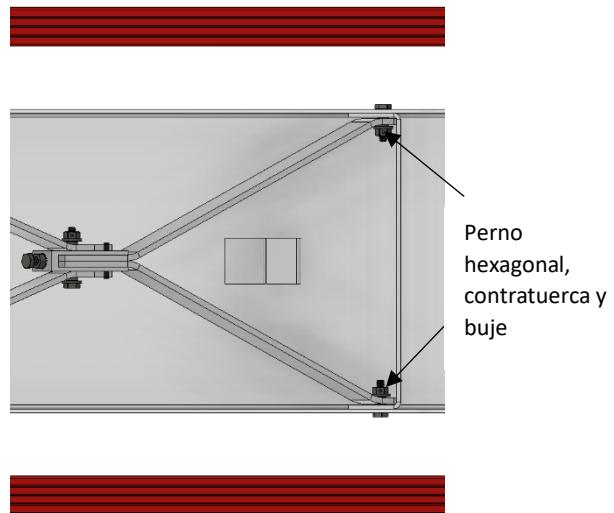

Figura 4
6. Desatornille y retire las dos contratuerças centrales de 1/4"-20 y los pernos hexagonales de 1/4"-20 x 1 que sujetan el ensamble del refuerzo de fijación de los agujeros de montaje en el ensamble superior como se indica en la figura 4.
2. Use dos de los **nuevos** bujes que se suministran con el ensamble del refuerzo de fijación, coloque un buje a través de cada uno de los agujeros de montaje en el puntal superior largo del ensamble del refuerzo de fijación y alinee los agujeros de montaje en el puntal superior largo con los agujeros de montaje en el ensamble superior como se indica en la figura 4.
3. Use e inserte un **nuevo** perno hexagonal de $1/4"$ -20 x $1"$ en el agujero de montaje del ensamble superior y a través del buje en el agujero de montaje del puntal superior largo en el ensamble del refuerzo de fijación a un lado del ensamble superior como se indica en la figura 4.